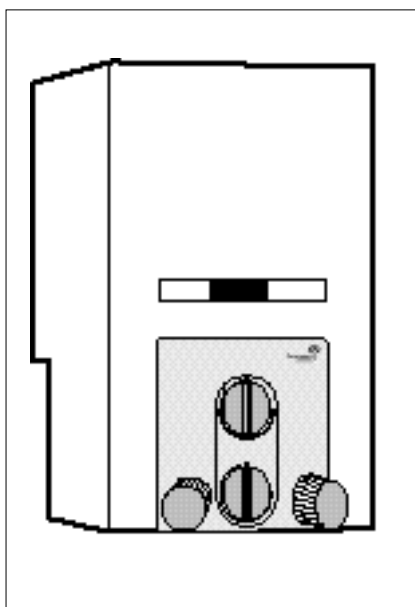

Fig.1 - BAYARD STAR 5 TS e 1F
**Modèle 1 F** : avec robinetterie mélangeuse et distribution d'eau chaude à distance (représentée sur la fig. 1).
Le déclic de l'allumeur piézo, face au repère « ⚡ » provoque l'allumage de la veilleuse (fig. 1).